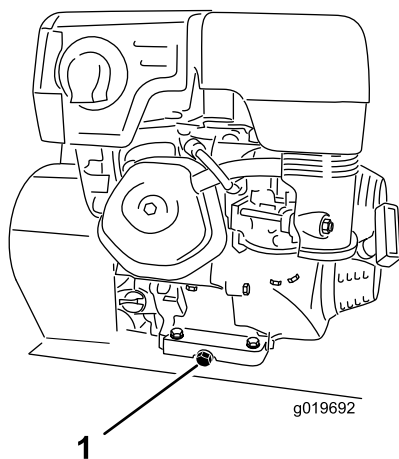

Figura 22
3. Retire el tapón de vaciado (**Figura 22**).